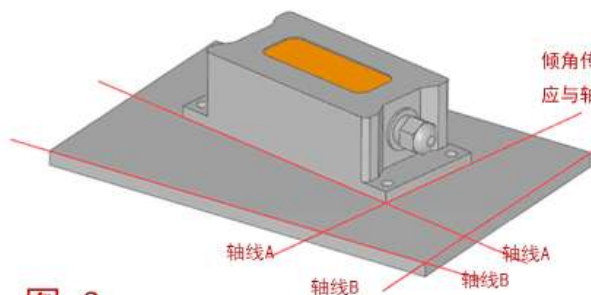

图 3
2) 传感器轴线与被测量轴线必须平行，两轴线尽可能不要产生夹角。见图 3、4